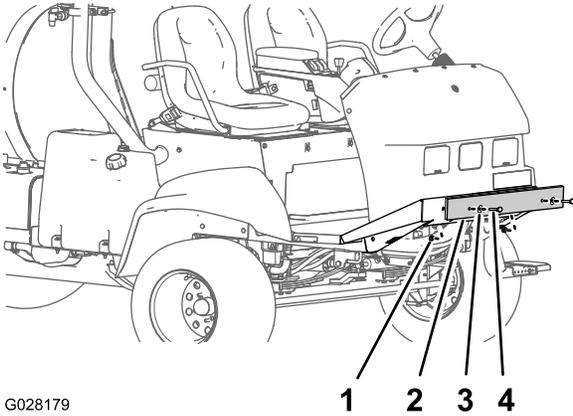

图 9
1. 卸下将运输缓冲器固定至前机架板的螺栓、垫圈和螺母 图 9。
2. 从机器上拆下运输缓冲器 图 9。